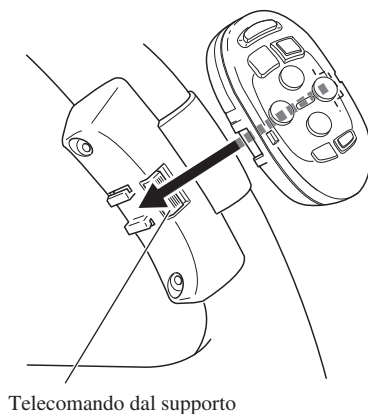

Fig. 10
4. Installare l'unità del telecomando sul supporto. (Fig. 10)